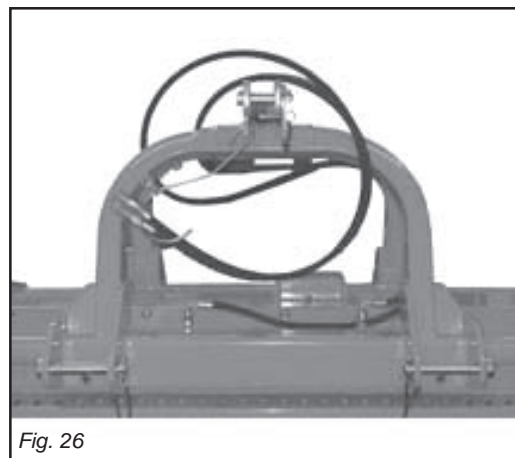

Fig. 26
La macchina è munita di spostamento laterale idraulico del castello dell'attacco a tre punti (Fig. 26).
*The machine is equipped with hydraulic side shifting of the three-point hitch support (Fig. 26).*
*Le machine est équipé d'un déplacement hydraulique latéral du bâti de l'attelage à trois points (Fig. 26). On utilise ce dispositif pour travailler à proximité des fossés ou de cultures qui nécessitent le déplacement latéral de la machine.*
Die Maschine verfügt über eine seitliche hydraulische Verstellung des Gerüsts des 3 Punkte - Bocks (Abb. 26). Diese Verstellung findet vor allem bei Vorhandensein von Gräben oder Pflanzungen, bei deren Bearbeitung eine seitliche Verstellung nötig ist, ihre Anwendung.
La máquina está equipada con desplazamiento lateral hidráulico del soporte del enganche de tres puntos (Fig. 26). Dicho desplazamiento se utiliza cuando se trabaja cerca de fosos, o con cultivos que requieren el desplazamiento lateral de la máquina.